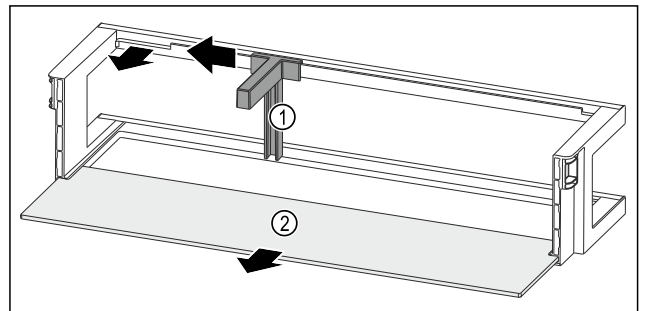

Fig. 93 Vratna polica z držalom za steklenice in odlagalno polico
- ▶ Držalo za steklenice Fig. 93 (1) potisnite povsem na stran do odprtine.
- ▶ Odstranite držalo za steklenice Fig. 93 (1).
- ▶ Odstranite polico za odlaganje Fig. 93 (2).